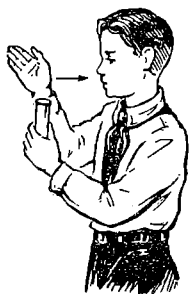

Рис. 5. Только так можно нюхать незнакомые вещества.
Чтобы определить запах вещества, нужно его понюхать. Однако нюхать незнакомые вещества нужно очень осторожно (рис. 5). Некоторые из них, например нашатырный спирт, обладают очень резким запахом. Пары многих веществ ядовиты.
4. Осторожно знакомьтесь с запахом веществ, соблюдая правила (стр. 10 и рис. 5).